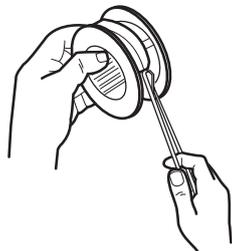

Fig. 25d
- Former une boucle au milieu de la longueur et l'insérer dans le crochet de la bobine. (voir Fig. 25d).